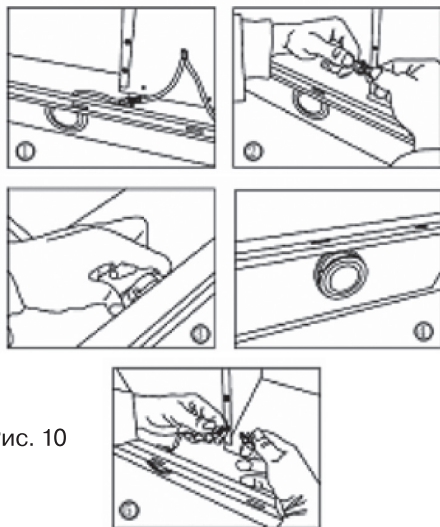

Рис. 10
- внутри вытяжки, на нижней ее части, отключить соединительную колодку неисправной лампы подсветки (см. рис. 10);